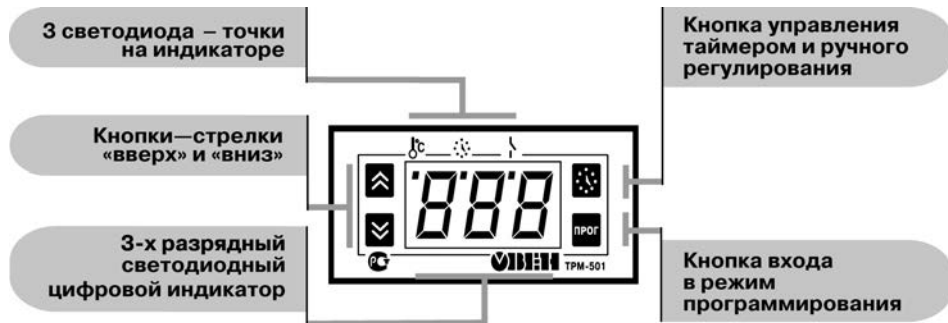

Рисунок 3.1 – Лицевая панель прибора
3.3 На лицевой панели прибора (см. рисунок 3.1), расположены цифровой и единичные светодиодные индикаторы, служащие для отображения текущей информации о параметрах и режимах работы TPM501. Кроме того, здесь же расположены четыре кнопки, предназначенные для управления прибором в различных режимах его работы.